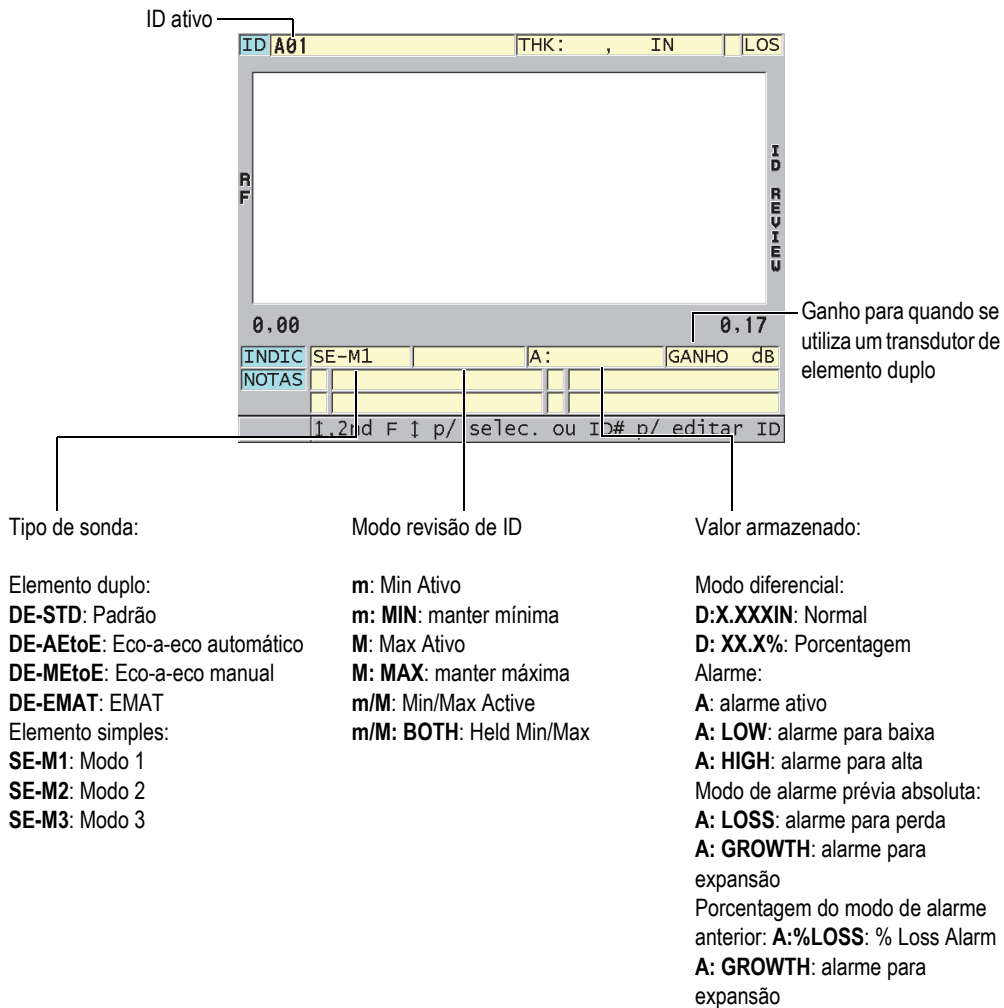

Figura 11-27 Identificar tela de revisão de ID
Figura 11-27 na página 216 mostra um exemplo da tela de revisão de ID e seu conteúdo. A área abaixo da forma de onda é reservada para indicadores de status que descrevem os valores das espessuras armazenadas indicadas. Os indicadores são as mesmas abreviaturas de uma letra do status das palavras que são transmitidos pelo medidor usando os comandos de envio (veja “Gerenciar transferência e a comunicação dos dados” na página 261).
3. A partir da tela de revisão de ID (veja Figura 11-27 na página 216):